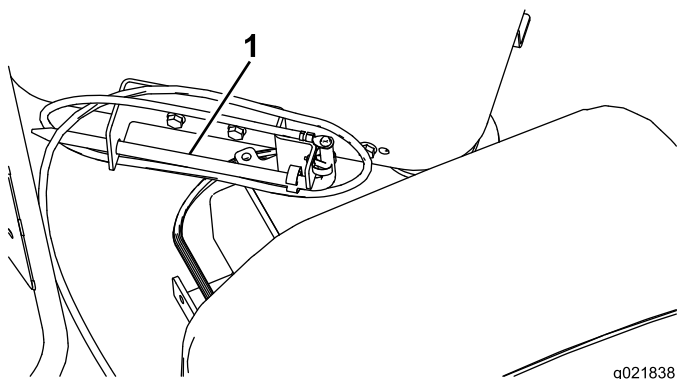

Figura 85
1. Retire la pica de tierra del soporte situado en el lateral de la plataforma del operador (Figura 85).
2. Baje el carro de perforación por el bastidor de perforación y rocíe la rosca del husillo con lubricante de roscas, luego suba el carro hasta el extremo superior del bastidor (Figura 85).